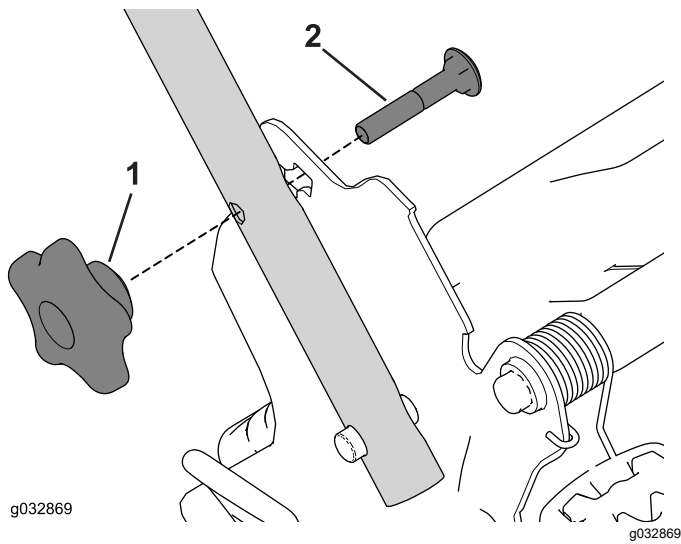

Figure 22
2. Retirez et conservez les 2 boutons et les 2 boulons de carrosserie du support de la poignée (Figure 22).